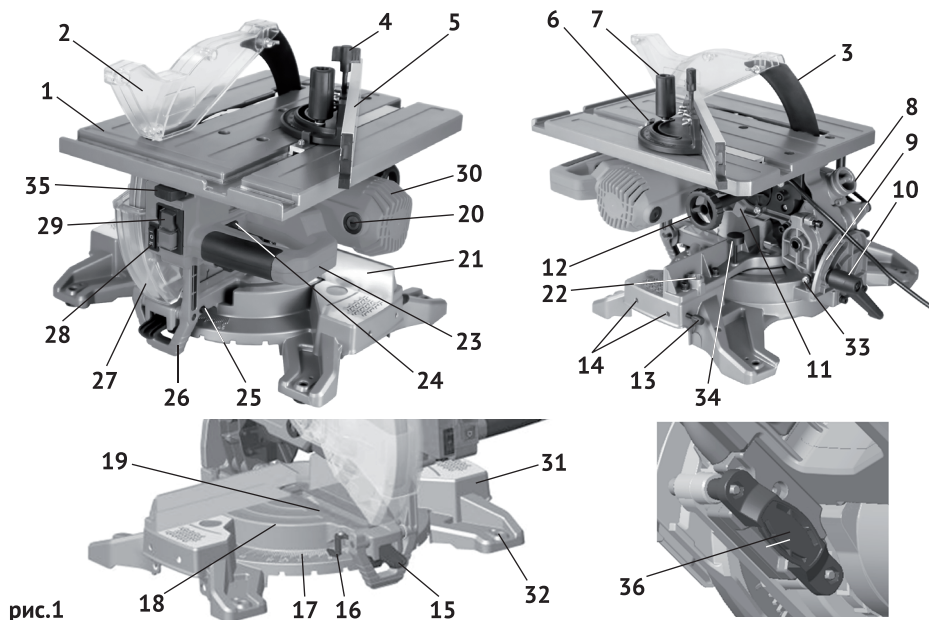

рис.1
Пила торцевая (торцовочная) электрическая, комбинированная (далее по тексту - пила), сочетает все функции торцевой и настольной пилы. Пила предназначена для выполнения прямых, боковых, распилов под наклоном и комбинированных резов в древесине, ДСП, ДВП, пластмассах. Основным несущим узлом режущего блока пилы является металлический редуктор, закрытый с двух сторон металлическими кожухами. К редуктору крепится пластиковый корпус двигателя (рис.1 поз.30), с закреплённой на нём рукояткой управления (рис.1 поз.23). Уникальностью этой модели является возможность перемещения моторного блока в верхнее и нижнее положение, в зависимости от необходимой операции (распиловка или распилы под углом, торцевание). Таким образом эта функция позволяет получить высокие характеристики по глубине реза как в режиме распиловочного станка, так и торцевой пилы. Это реализовано как в ручном, так и в автоматическом режиме с помощью сервопривода перемещения режущего блока. Возвратная пружина на оси суппорта, возвращает режущий блок в исходное положение. Заготовка на рабочем столе торцевания может быть повернута на угол от 0 до 45° в обе стороны, за счёт поворотного стола (рис.1 поз.18). На основной рукоятке пилы расположены: клавиша выключателя (рис.1 поз.24), для работы в режиме торцевания, магнитный пускатель (рис.1 поз.29), для работы в режиме настольной пилы и переключатель (рис.1 поз.28) переключатель режимов работы/положения режущего блока. Конструкция пилы позволяет осуществлять пропилы, кроме вертикальных (0 - 90°): косые пропилы материала под заданным углом от 0 до 45° относительно задней кромки заготовки в обе стороны (смещением поворотного стола) и наклонные пропилы с заданным углом (от 0 до 45°) относительно вертикальной оси влево. В режиме настольной пилы - поперечное пиление заготовок толщиной до 70 мм. Крутящий момент с якоря электродвигателя шестернёй передаётся на шпиндель, соосный с двигателем. На шпиндель, между опорным и зажимным фланцами крепится пильный диск. Диск является основным рабочим инструментом для резки выбранных материалов. Пила рассчитана на повторно-кратковременный режим работы (S3) с номинальным периодом времени: работа/перерыв – 15 мин/5 мин. Установленный в машине коллекторный электродвигатель с двойной изоляцией (машина класса II по ГОСТ Р МЭК 60745-1-2011) обеспечивает максимальную электробезопасность при работе от сети переменного тока и избавляет от необходимости применения заземления. Степень
На левом неподвижном кожухе пилы стрелкой указано направление вращения диска. Металлическая станина (рис.1 поз.31) пилы устанавливается на ровную горизонтальную поверхность. Для крепления пилы на верстаке (рабочем столе) в ножках станины имеются 4-е крепёжных отверстия. При пилении длинных заготовок в станину крепятся 2-е дополнительные опоры. Распиливаемая заготовка плотно прижимается к параллельному упору (рис.1 поз.21) и крепится к рабочему столу струбциной. Для отвода стружки в комплект поставки входит пылесборник, который крепится к патрубку (рис.1 поз.8) неподвижных кожухов. К патрубку можно подключить промышленный пылесос.
- проверьте работоспособность выключателя электродвигателя инструмента. Не подключая пилу к электросети, нажмите и отпустите клавишу выключателя (рис.1 поз.24) – она, без задержки, должна возвратиться в исходное положение;
- проверьте состояние и надёжность крепления подвижного защитного кожуха торцевания (рис.1 поз.27), чёткость его срабатывания и фиксации при переводе пилы в настольный режим. Проверить надёжность установки и соосность с диском расклинивающего ножа, а также надёжность крепления и чёткость срабатывания защитного кожуха верхнего (рис.1 поз.2). Запрещается работать пилой, подвижные защитные кожухи которой неисправны или повреждены;
Установить пилу на ровной твёрдой поверхности верстака (рабочего стола). В целях уменьшения вибрации пилы рекомендуется закрепить основание (рис.1 поз.31) к верстаку, используя крепёжные отверстия (рис.1 поз.32) в ножках.
Режим распиловочного станка – Разблокировать режущий блок, для этого сдвинуть на себя фиксатор положения режущего блока рис.1 поз. 36, после этого перевести переключатель режимов работы/положения режущего блока рис. 1 поз. 28 в положение 1, режущий блок с помощью сервопривода начнет движение вверх. Или в ручном режиме - Разблокировать режущий блок, для этого сдвинуть на себя фиксатор положения режущего блока 1 поз. 36, после этого вращая маховик перемещения режущего блока рис. 1 поз. 12 против часовой стрелки,
Режим торцовочной пилы - разблокировать режущий блок, для этого сдвинуть на себя фиксатор положения режущего блока (рис.1 поз.36), после этого перевести переключатель режимов работы/положения режущего блока (рис.1 поз.28) в положение 2, режущий блок с помощью сервопривода начнет движение вниз. Или в ручном режиме - разблокировать режущий блок, для этого сдвинуть на себя фиксатор положения режущего блока (рис.1 поз.36), после этого вращая маховик перемещения режущего блока (рис.1 поз.12) по часовой стрелке, опускаем режущий блок на необходимую глубину.
При пилении длинных заготовок в отверстия (рис.1 поз.14) основания вставить опоры дополнительные и зафиксировать их винтами (рис.1 поз.13).
На патрубок пылеотвода (рис.1 поз.8) установить пылесборник, (входит в комплект поставки) или подключить промышленный пылесос.
- разблокировать защитный кожух диска (рис.1 поз.27), повернув скобу фиксации (рис.1 поз.26) на себя (в горизонтальное положение);
- вытянуть установочный штифт (рис.1 поз.25) из основания, придерживая за рукоятку управления (рис.1 поз.23) режущий блок (редуктор с двигателем, наклонно-поворотный суппорт и рабочий стол настольного пиления);
- перевести переключатель режимов работы/положения режущего блока (рис.1 поз.28) в положение 2.
- вытянуть установочный штифт (рис.1 поз.25) из основания;
- нажимая на рукоятку управления (рис.1 поз.23), переместить, преодолевая сопротивление возвратной пружины, режущий блок вниз;
- зафиксировать рабочее положение настольной пилы, вставив штифт (рис.1 поз.25) в основание;
- заблокировать защитный кожух диска (рис.1 поз.27), повернув скобу фиксации (рис.1 поз.26) вниз (как показано на рис.1);
- перевести переключатель режимов работы/положения режущего блока рис. 1 поз. 28 в положение 1.
- перевести переключатель режимов работы/положения режущего блока рис. 1 поз. 28 в положение 2;
- нажать на клавишу выключателя (рис.1 поз.24).
- перевести переключатель режимов работы/положения режущего блока рис. 1 поз. 28 в положение 1;
- для включения двигателя нажать зелёную кнопку магнитного пускателя (рис.1 поз.29), для отключения двигателя – нажать красную кнопку.
- поднять рабочий стол (рис.1 поз.1) в крайнее верхнее положение;
- зафиксировать подвижный кожух (рис.1 поз.27) в верхнем положении;
Стол поворотный (рис.1 поз.18) вместе с режущим блоком, имеет возможность установки заданного угла поворота в обе стороны, относительно задней кромки заготовки в пяти фиксированных положениях: 0; 15; 22,5; 30; или 45 градусов;
- ослабить винт блокировки поворотного стола (рис.1 поз.34);
- нажать рычаг фиксации (рис.1 поз.15) угла поворота стола;
- повернуть стол (вправо/влево) до совпадения стрелки-указателя (рис.1 поз.16) с нужным значением шкалы (рис.1 поз.17);
- затянуть винт блокировки (рис.1 поз.34).